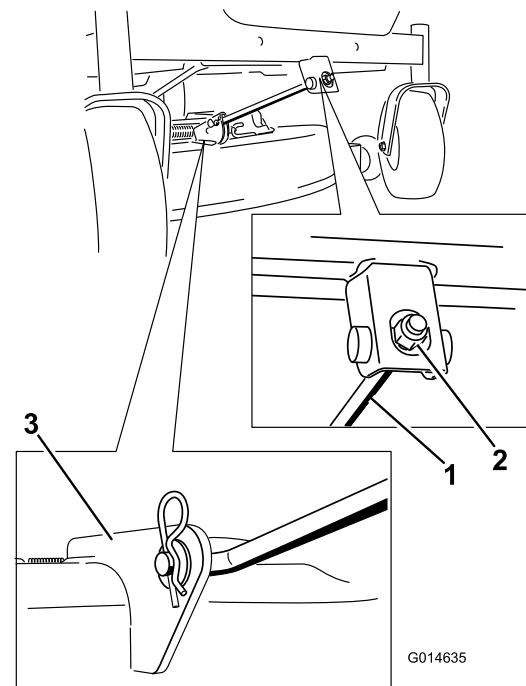

Figure 70
5. Retirez la goupille fendue de la tige de support avant et déposez la tige du support de plateau (Figure 70).
6. Fixez la tige de support avant au plateau de coupe à l'aide de l'axe de chape et de la goupille fendue (Figure 70).